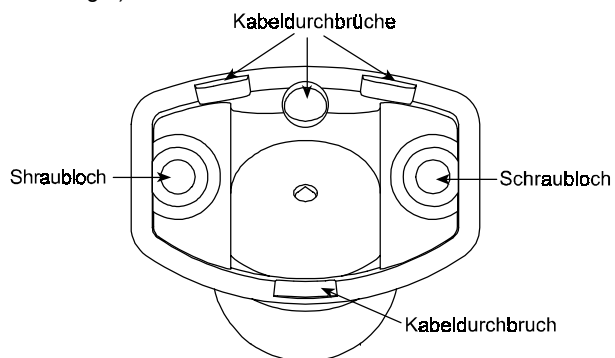

Abb. 8: Draufsicht auf den Wand-/Deckenhalter
F. Brechen Sie die erforderlichen Kabeldurchbrüche aus (siehe Abbildung 8).